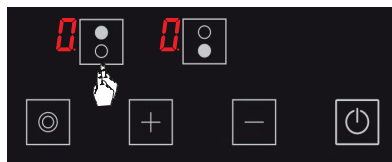

Figure 6
2. Appuyez sur la touche de sélection de la plaque de cuisson pertinente. L'icône s'affiche dans la plaque de cuisson pertinente quand vous la touchez pour la première fois. (Voir Fig. 6)